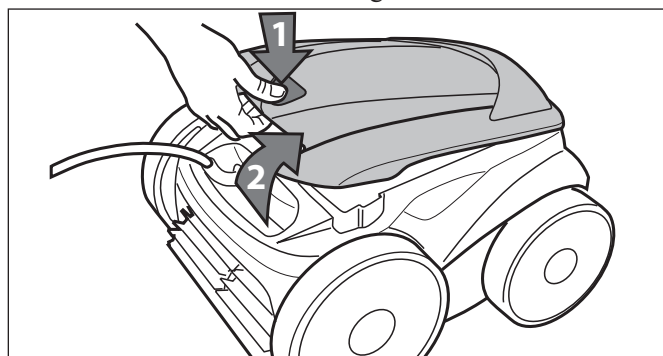

Figure 21. Soulever le couvercle du nettoyeur
4. Pour enlever le filtre du nettoyeur, suivre les étapes 1 à 6 (Figures 21 à 24).
5. Appuyer sur le verrou du couvercle (1) et soulever le couvercle (2) jusqu'à ce qu'il soit fixé en position verticale. Se référer à la Figure 21.